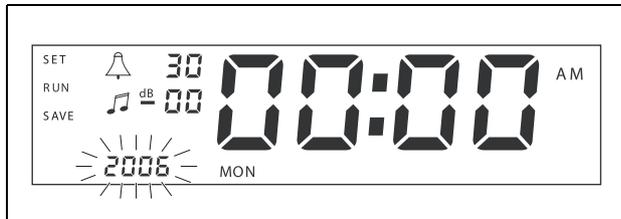

figure 5.1: Début de la séquence de réglage de la date et de l'heure
- 2 Appuyez sans la relâcher sur la touche Set pour que l'année commence à clignoter (voir figure 5.1).